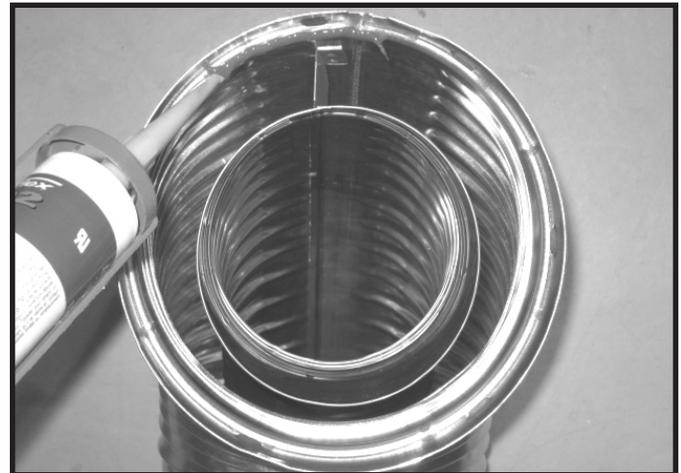

Figure 7.1 Scellant silicone à haute température
- Appliquez une bande de silicone (degré minimum d'exposition continue de 150 °C (300°F)) dans le joint femelle du conduit extérieur avant de relier les sections. Voir la Figure 7.1. **OU** Appliquez une bande de silicone (degré minimum d'exposition continue de 150 °C (300 °F)) sur l'extérieur du joint après avoir relié les sections **OU** Appliquez une bande adhésive en aluminium (degré minimum d'exposition continue de 150 °C (300 °F)) sur l'extérieur du joint après avoir relié les sections. Sur les tuyaux horizontaux, il est recommandé que le joint du ruban soit placé du côté inférieur du conduit d'évacuation.